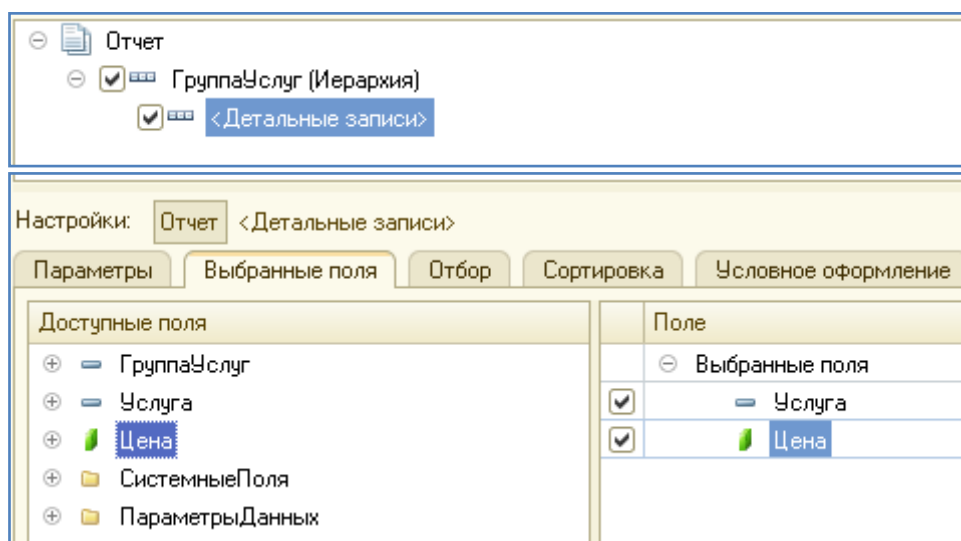

Рис. 63. Конструктор запроса
13. Закладка Выбранные поля. Указать, что в отчет будут выводиться поля Услуга и Цена (рис. 63).